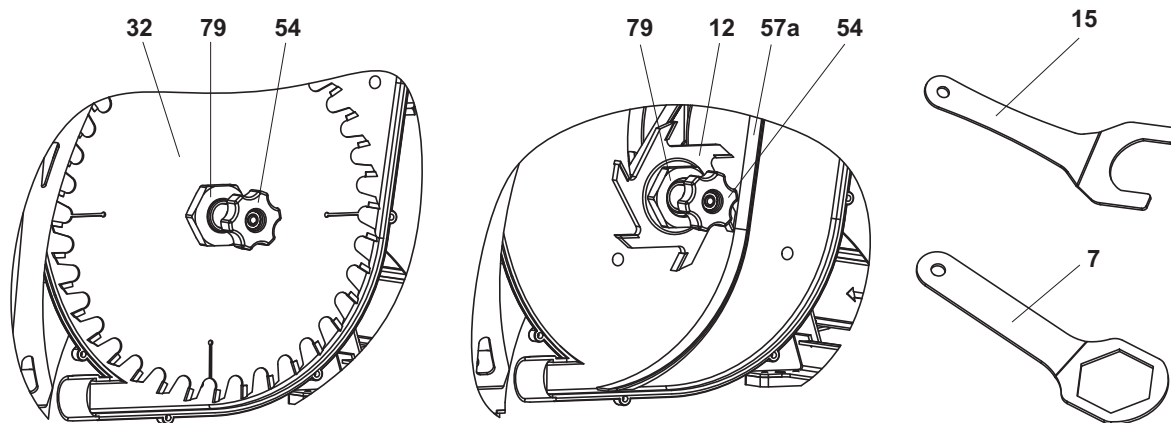

Рис. 22
- затем с помощью ключей 7 и 15 (рис. 1) отвернуть зажимную гайку 79 крепления пильного диска 32 (рис. 22);
- Опустить с помощью ручки регулирования глубины пропила 22 (рис. 1) пильный диск 32 / фрезу 12 в нижнее положение (рис. 22).
- С помощью кольцевого гаечного ключа 7 расфиксировать резьбовое соединение зажимной гайки 79 и фланца пильного диска 32/фрезы 12 (рис. 22).